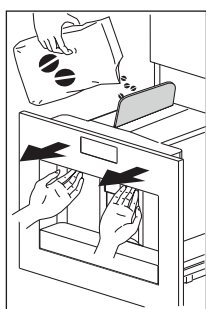

Fig. 14
- ▶ Scoateți mașina trăgând-o spre exterior de mâner (Fig. 14).